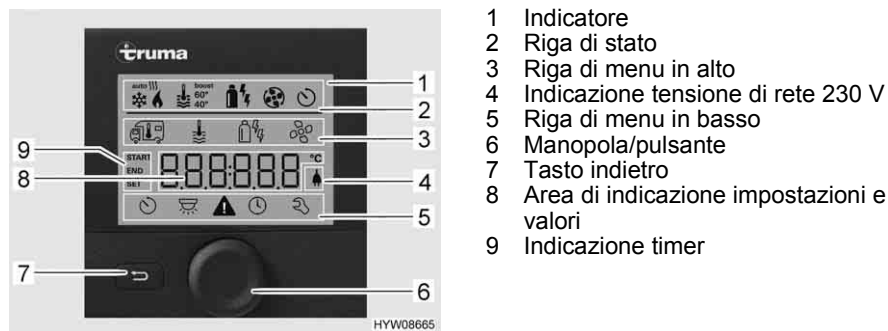
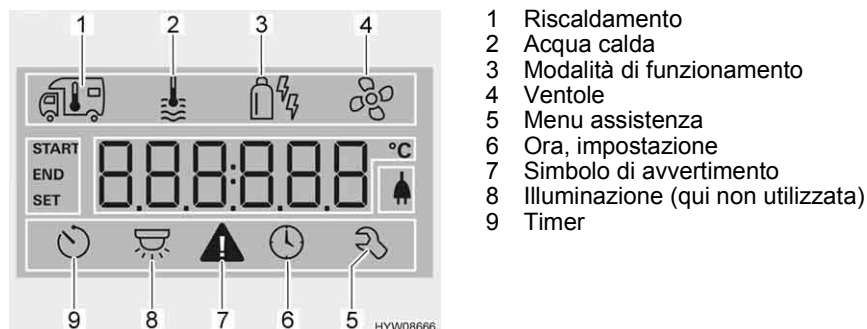

Fig. 119 Centralina di controllo con indicazioni
Fig. 120 Display (centralina di controllo)
- Riga di stato (Fig. 119,2)
- Riga di menu in alto (Fig. 119,3)
- Area di indicazione (Fig. 119,8)
- Riga di menu in basso (Fig. 119,5)
- Premere la manopola/il pulsante (Fig. 119,6) per circa 3 secondi. Vengono visualizzate entrambe le righe di menu (Fig. 119,3 e Fig. 119,5). Il primo simbolo lampeggia.
- Ruotare la manopola/il pulsante (Fig. 119,6), finché viene visualizzato il simbolo del menu desiderato.
- Premere la manopola/il pulsante per memorizzare il valore impostato. Se il valore impostato originariamente non deve essere modificato: Premere il tasto indietro (Fig. 119,7).
- Ruotare la manopola/il pulsante (Fig. 119,6), finché il simbolo del menu del riscaldamento (Fig. 120,1) lampeggia.
- Premere la manopola/il pulsante per memorizzare il valore impostato. Il simbolo nella riga di stato lampeggia (Fig. 119,2), finché viene raggiunta la temperatura impostata. Se il valore impostato originariamente non deve essere modificato: Premere il tasto indietro (Fig. 119,7).
- Ruotare la manopola/il pulsante (Fig. 119,6), finché il simbolo del menu relativo all'acqua calda (Fig. 120,2) lampeggia.
- Premere la manopola/il pulsante per memorizzare il valore impostato. Il simbolo nella riga di stato lampeggia (Fig. 119,2), finché viene raggiunta la temperatura dell'acqua impostata. Se il valore impostato originariamente non deve essere modificato: Premere il tasto indietro (Fig. 119,7).
- Ruotare la manopola/il pulsante (Fig. 119,6), finché il simbolo del menu relativo alla modalità di funzionamento (Fig. 120,3) lampeggia.
- Premere la manopola/il pulsante per memorizzare la modalità di funzionamento impostata. Se il valore impostato originariamente non deve essere modificato: Premere il tasto indietro (Fig. 119,7).
- Ruotare la manopola/il pulsante (Fig. 119,6), finché il simbolo del menu delle ventole (Fig. 120,4) lampeggia.
- Ruotare la manopola/il pulsante (Fig. 119,6), finché il simbolo del menu del timer (Fig. 120,9) lampeggia.
- Premere la manopola/il pulsante. Il timer è attivato. Il simbolo del timer (Fig. 120,9) lampeggia quando il timer è programmato e attivo.
In caso di avviso, il relativo simbolo lampeggia (Fig. 120,7). Il riscaldamento rimane in funzione. Se si tratta solo di un guasto temporaneo, il simbolo di avvertimento si spegne autonomamente.